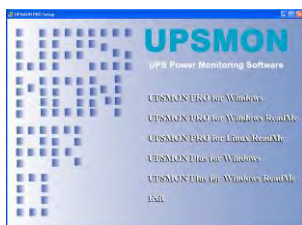

Рис. 5.1
1. Вставить компакт-диск с программой UPSMON Pro в устройство чтения компакт-дисков. Программа установки запускается автоматически, при этом на мониторе появляется меню (показано на рис. 5.1); выберите в меню операционную систему, установленную на вашем компьютере, и кликните курсором мышки по соответствующей строке (например, если вы используете операционную систему Windows, кликните курсором по ссылке **UPSMON PRO for Windows**)